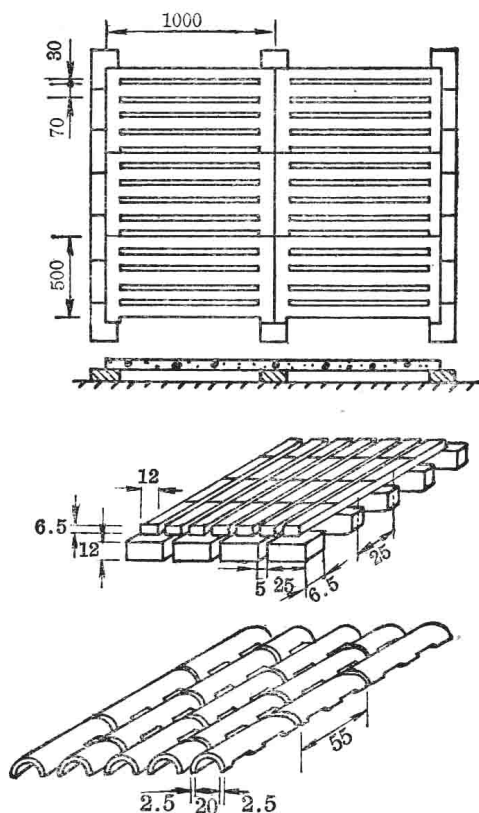

图 1-4 生物滤池排水系统的渗水装置
滤池底部的排水系统除了排除处理后的废水之外，还有支承滤料及保证滤池通风的作用，它包括渗水装置、集水沟及排水渠。常用的渗水装置有：①架在混凝土梁或砧基上的穿孔混凝土板；②砧砌的渗水装置；③利用半圆形的陶土管，并在边棱上留出凹孔供通风及排水之用(图 1-4)。